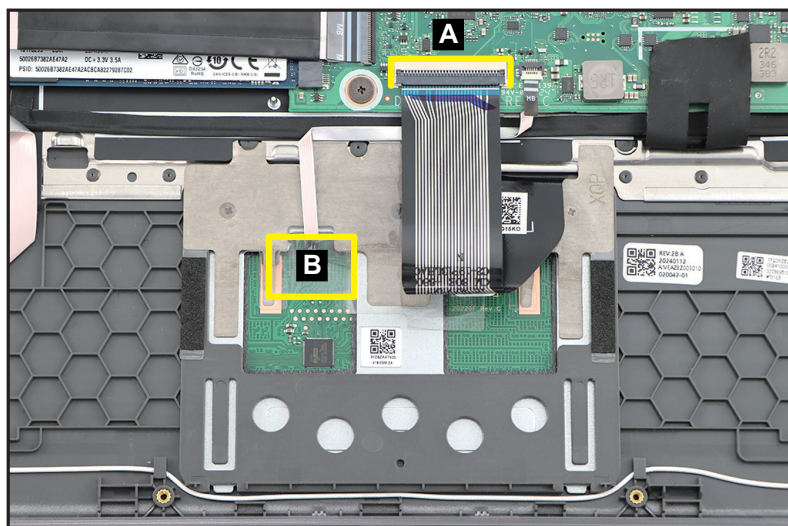

Figure 1-20. Retrait du module du pavé tactile
1. Débranchez le circuit imprimé souple du clavier du connecteur de la carte mère (A) (Figure 1-20).
2. Détachez le mylar (B) qui fixe le raccordement FFC du pavé tactile (Figure 1-20).